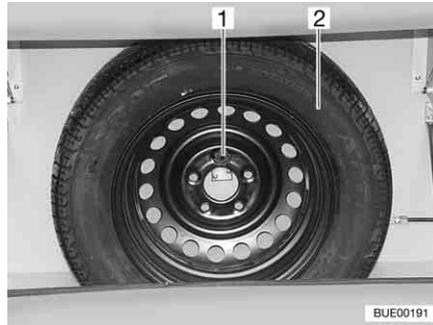

Fig. 234 Soporte para rueda de repuesto
El soporte para la rueda de repuesto está instalado en la caja para bombonas de gas. Pagando un sobreprecio puede obtener la rueda de repuesto (Fig. 234,2).
- Soltar el tornillo (Fig. 234,1).
- Sacar la rueda de repuesto (Fig. 234,2).